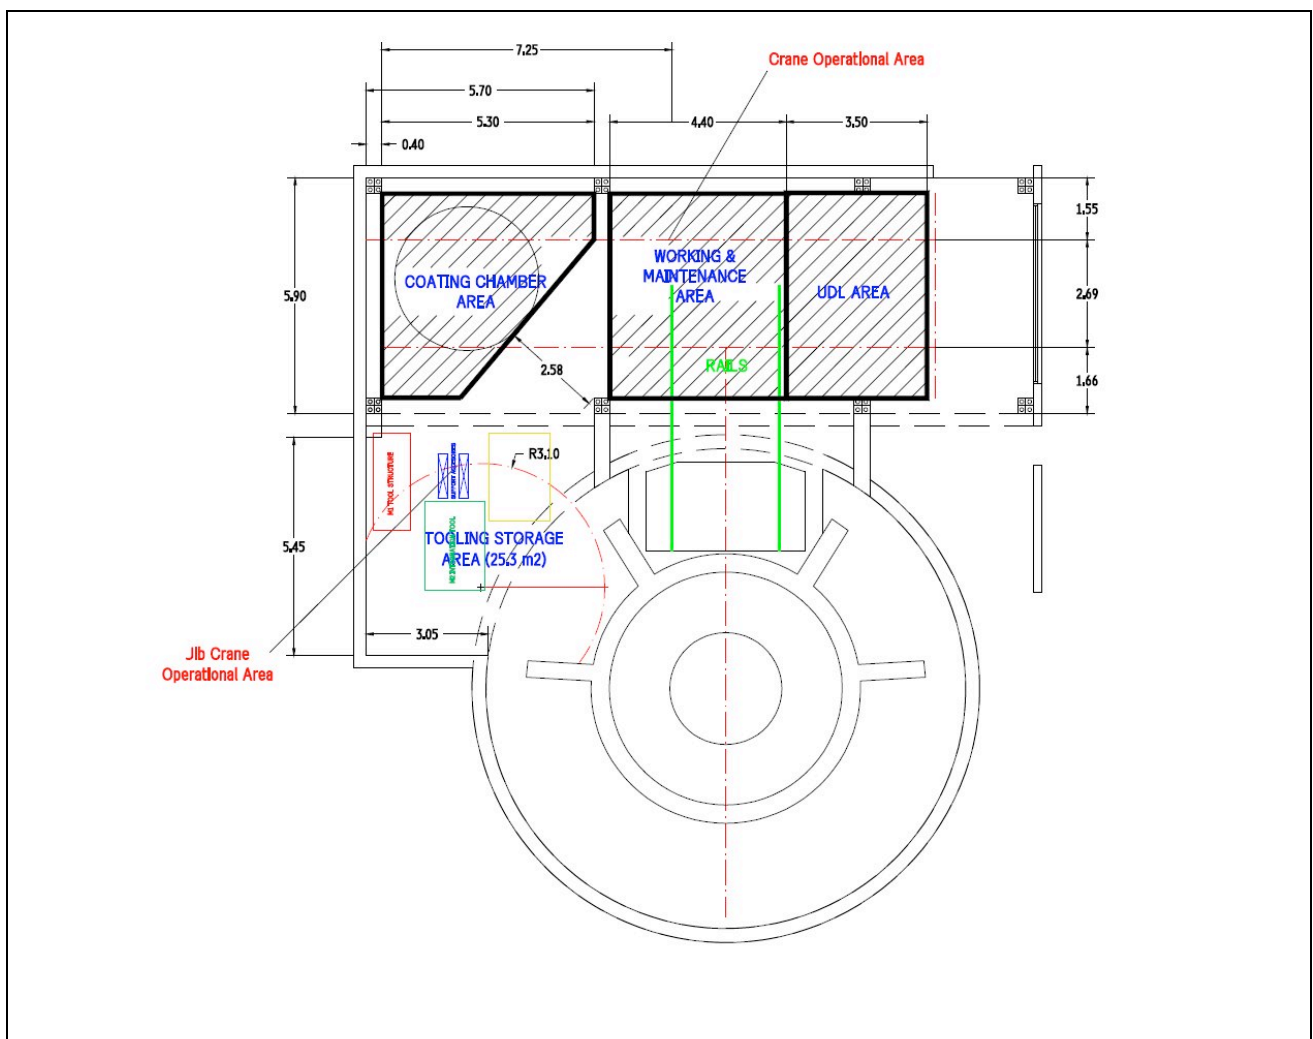

Figura 1. Espacio disponible en la PDA. Ver detalles en el texto
En la Figura 1 se muestra el espacio destinado para la PDA del OAJ.
- **Zona de Aluminizado:** es la zona destinada a la colocación de la CDA, denominada “Coating Chamber Area” en la Figura 1 y presentada en textura de rayas. En total dispone de 22m2, y es el lugar donde se deberá instalar la CDA, tanto si está en uso como si no. A modo de ilustración, en la Figura 1 se indica un perímetro circular de 3.6m en el interior de la zona reservada para la CDA.
- **Zona de Desmontaje:** es la zona destinada a desmontaje y puesta en espera de los espejos, denominada como “Working & Maintenance Area” en la Figura 1. Dispone de 22.5m2. Es el lugar donde los espejos se separarán de sus respectivas celdas y donde se colocarán en su posición de espera para trasladarlos con el puente grúa al interior de la CDA o de la UDL.
- **Zona de Limpieza:** es la zona destinada a la instalación de la UDL para la limpieza de los espejos previa a su aluminizado. En la Figura 1 aparece indicada como “UDL Area”, y dispone de 18m2.
- **Zona de Almacenamiento:** es la zona destinada al almacenamiento de las herramientas necesarias para la manipulación de los espejos, denominada “Tooling Storage Area” en la Figura 1. En total dispone de 25.3m2.
Adicionalmente, la PDA dispone de un puente grúa cuyas características principales se indican en la Sección 2.2.3 de este documento. El rango de operación del puente grúa se delimita en la Figura 1 mediante líneas rojas de puntos y rayas. Nótese que la zona de alcance del puente grúa tiene una anchura menor (2.69m, véase Figura 1) de las dimensiones previstas en las Zonas de Aluminizado, Desmontaje y Limpieza.
La CDA deberá diseñarse y dimensionarse de manera, una vez instalada en la *Zona de Aluminizado*, permita el traslado de las herramientas de manipulación de espejos desde la *Zona de Almacenamiento* hasta la *Zona de Desmontaje*, y viceversa. Para ello, la instalación de la CDA y de sus subsistemas periféricos deberá dejar libre un paso de, al menos, 2.50m (véase la Figura 1). El contratista deberá presentar un procedimiento de trabajo (plan de operación) detallado que tenga en cuenta los espacios disponibles.
Los espejos se colocarán en el interior de la CDA usando el puente grúa del OAJ, cuyas características se muestran en las Figuras 5 y 6. El puente grúa conecta la *Zona de Desmontaje* con la *Zona de Aluminizado*. En la Figura 7 se ilustra a modo de ejemplo el transporte del espejo T250-M2 con el puente grúa. La zona de operación del puente grúa se indica mediante el trazado rojo de líneas y puntos de la Figura 1. El OAJ dispone de las eslingas necesarias para la manipulación de los espejos con el puente grúa.